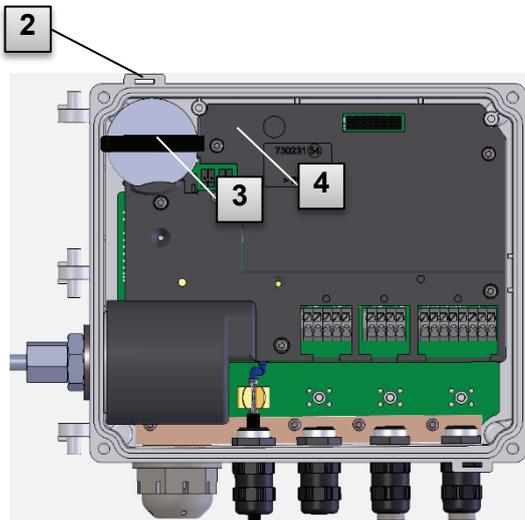

Fig. 25
4. Retirez la batterie (Fig. 25 : **2**) du support de la batterie (Fig. 25 : **3**).
5. Utilisez la connexion libre sur la platine pour connecter la nouvelle batterie (K9 ou K10 ; Fig. 25 : **4**).
6. Placez la batterie neuve à l'intérieur (Fig. 25 : **2**) et assurez-vous que la batterie est bien fixée dans son support.